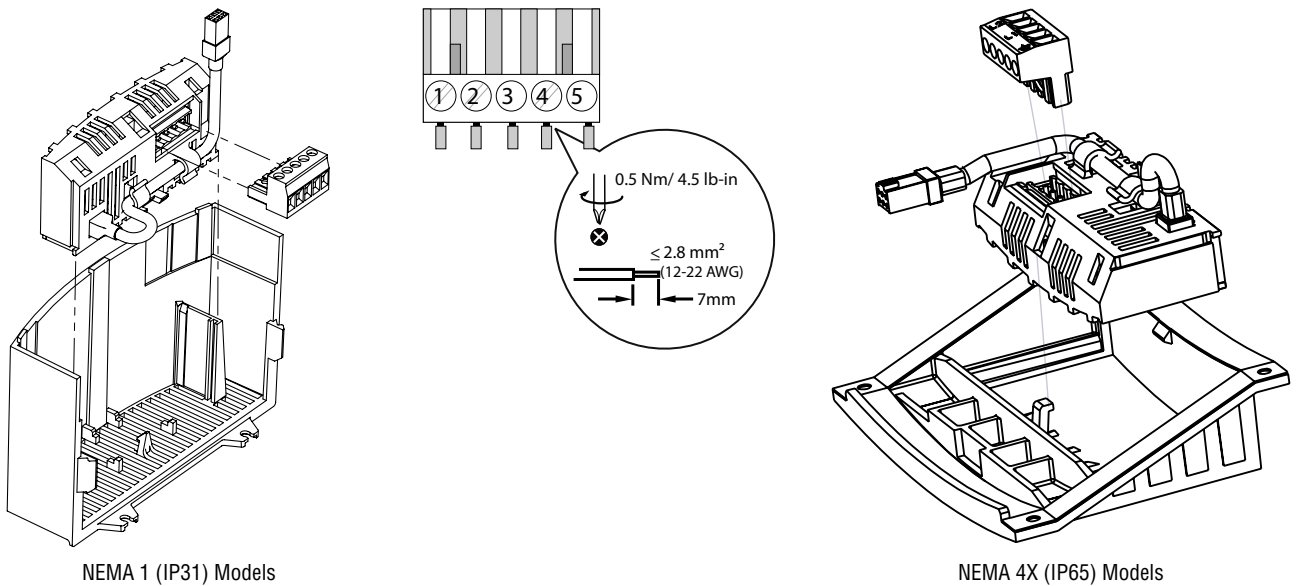

Figura 2: instalación del módulo de comunicaciones PROFIBUS-DP
2. Inserte el módulo de la opción PROFIBUS en la cubierta del terminal y presione hasta oír “click” en posición según lo ilustrado en la Figura 2.